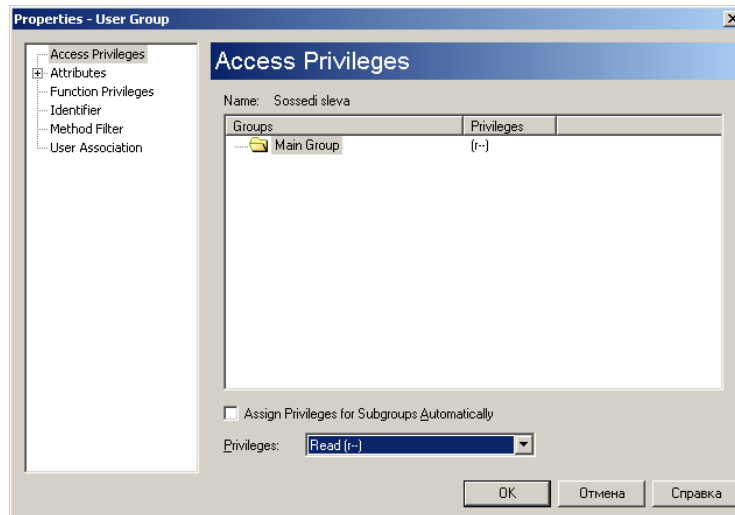

Рис. 2. Окно свойств группы пользователей
9. Задайте права доступа группы пользователей «*Sossedi sleva*». В левой части окна *Properties-User Group* в списке свойств щелкните кнопкой мыши по *Access Privileges*. Внизу справа в списке прав доступа *Privilege* выберите *Read (r-)*. Щелкните мышью по кнопке *OK* (рис. 2).